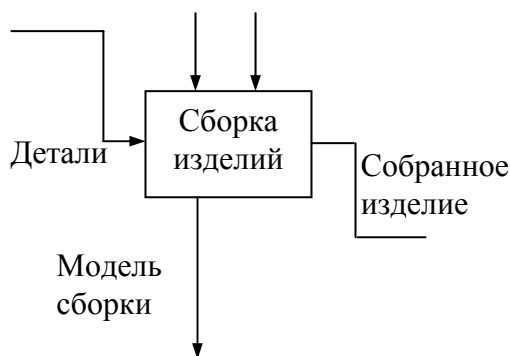

Рис. 72. Стрелка вызова работы "Сборка изделия" модели-цели
- стрелка вызова должна исходить из недекомпозируемой работы (работа должна иметь диагональную черту в левом верхнем углу) (рис. 72);